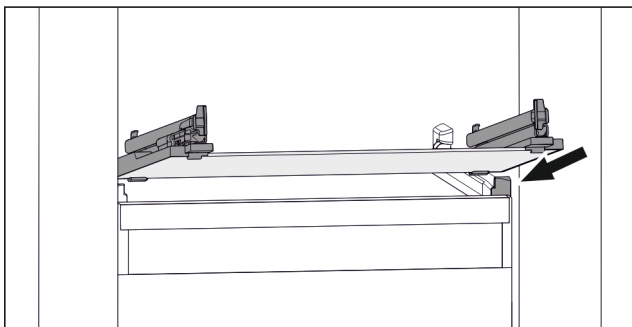

Fig. 98 Primjerni prikaz staklene ploče
- ▶ Stavite ladicu ukoso iza zaustavljača. (pogledajte Fig. 98)